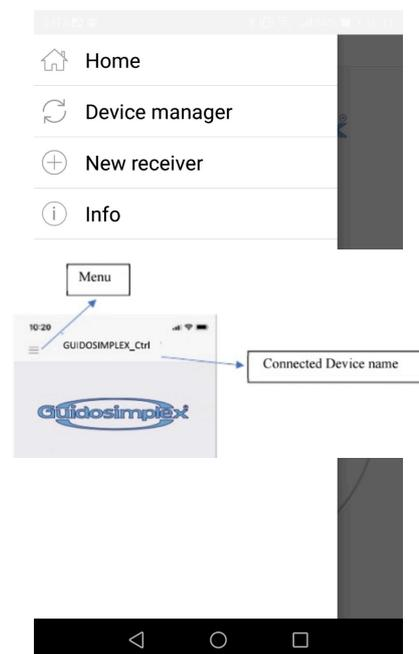

figura 5-1-2
- ④ Fare clic su "Nuovo Dispositivo" e fare clic sul dispositivo rilevato (vedere la figura 5-1-2);
- ⑤ Corrispondenza completata: una volta completata l'associazione, può essere utilizzata normalmente.